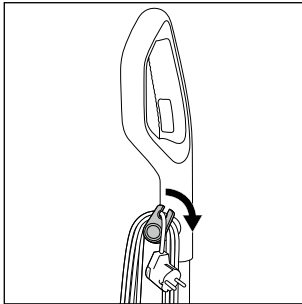

Abb. 12
- ◆ Wickeln Sie das Netzkabel **17** vollständig von den Kabelhaltern oben und unten **16/20** ab. Um das Netzkabel **17** schnell von den Kabelhaltern **16/20** abzuwickeln, ziehen Sie den oberen Kabelhalter **16** etwas heraus und drehen Sie diesen nach unten (siehe Abb. 12).